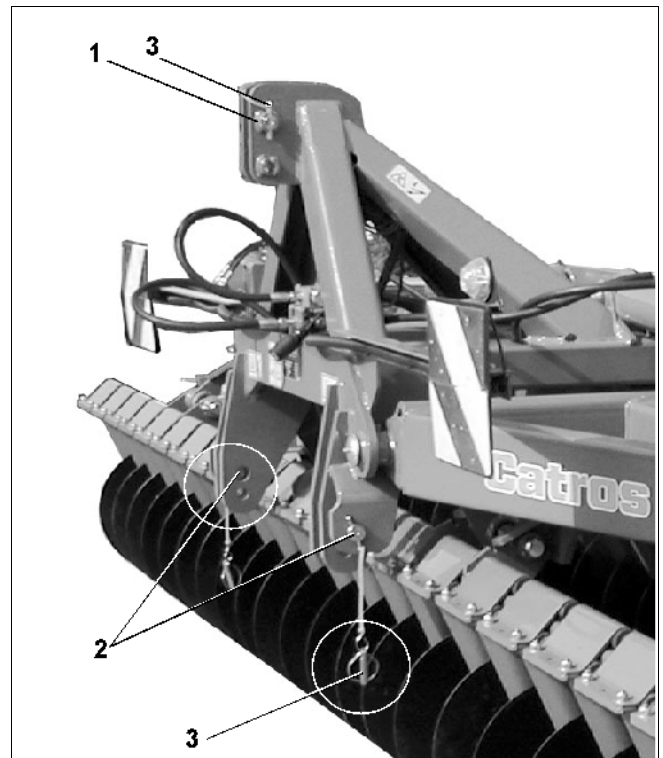

Fig. 6
- Die Unterlenker des Schleppers mittels Unterlenkerbolzen (Fig. 6/2) an die unteren Kupplungspunkte der Maschine anbauen und mit Klappstecker (Fig. 6/3) sichern.
- Den Oberlenker des Schleppers mittels Oberlenkerbolzen (Fig. 6/1) an den oberen Kupplungspunkt der Maschine anbauen und mit Klappstecker (Fig. 6/3) sichern.